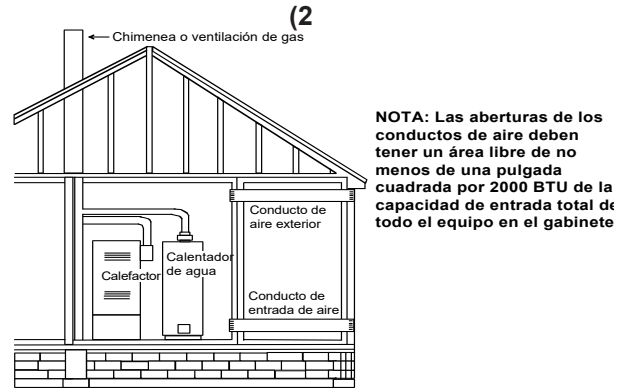

Figura A.9.3.3.1(2) Todo el aire de combustión del exterior a través de Conductos Horizontales.
9.3.3.2* Método de apertura permanente única. Una permanente abertura única, comenzando dentro de las 12 pulg. (300 mm) de la parte superior del recinto, será proporcionada. El aparato debe tener un espacio libre de al menos 1 pulg. (25 mm) desde los lados y parte trasera y 6 pulg. (150 mm) desde la parte delantera del electrodoméstico. La apertura se comunicará directamente con el exterior, o se comunicará a través de un conducto vertical u horizontal al aire libre o espacios que se comuniquen libremente con el al aire libre (ver Figura A.9.3.3.2) y debe tener un mínimo área libre de lo siguiente: